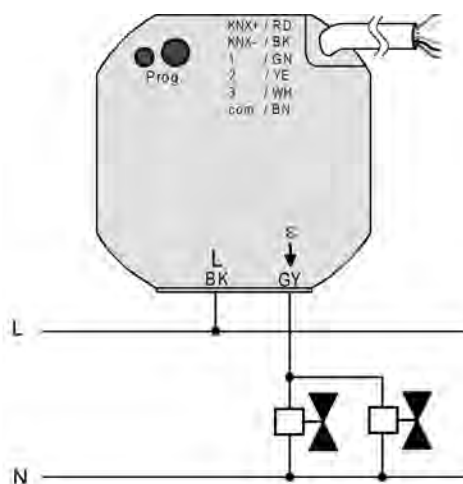

Bild 4: Anschluss der Netzspannung und der Last
- (4) Gerätedose (z. B. Elektronik-Dose)
- (5) Trennwand
- (6) Serienschalter
- (7) potentialfreier Kontakt, z. B. Fensterkontakt
- Netzspannung und elektrothermische Stellantriebe mit Hilfe der beiliegenden Federsteckklemmen anschließen (Bild 4).